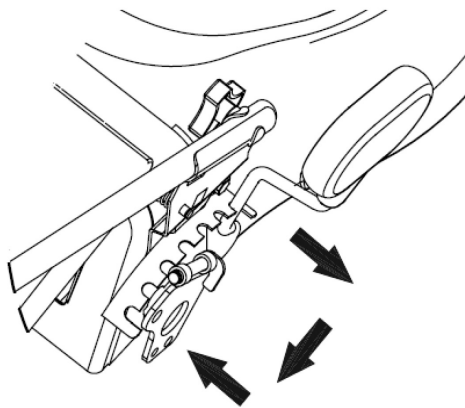

Рис. 8
- Зафиксируйте рычаг в любом из 7 положений в пазе на фиксирующей пластине (Рис. 8).